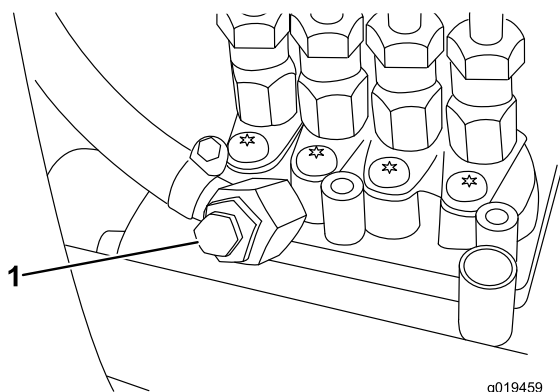

Figura 36
5. Desaperte o parafuso de purga que se encontra na bomba de injeção de combustível (Figura 36).